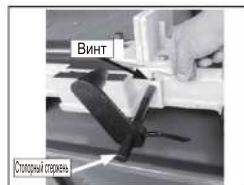

Рисунок 3. Установка рабочего ограничителя.
1. Вставьте рабочий ограничительный стержень через отверстие в основании и зафиксируйте на месте винтом (см. рисунок 3).